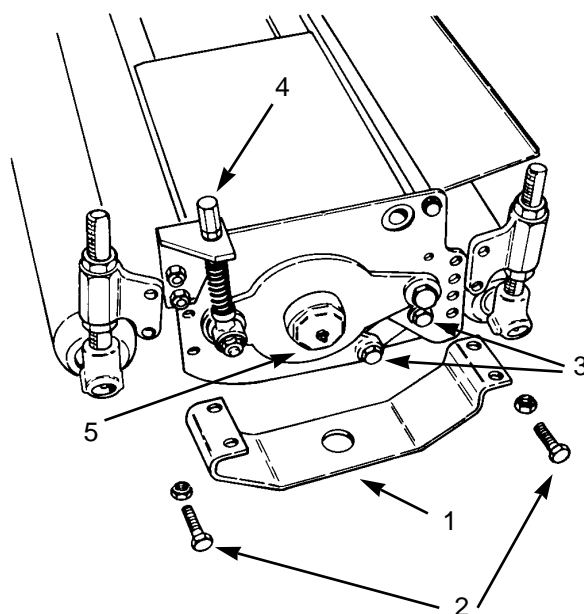

図 28
1. カッティングユニットの両側のガードと前後のローラ・アセンブリを取り外す (図28)。
11. ベアリング・ハウジングからベアリングとシールを取り出すには、ダスト・カップ (図28) を取り、ベアリングとシールを共にハウジングから押し出す。